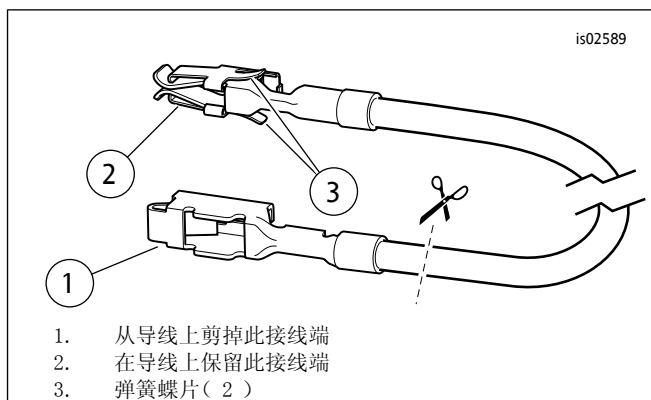

图7。保险丝盒适配线（戴纳和软尾车型）
3. 参见图16。从套件中取出橙色/白色 保险丝盒适配线（15）。注意每一端的接线端（参见图7。）表示。仅具有弹簧蝶片的接线端可安装至此保险丝盒中。小心地从导线上剪掉未使用的接线端并丢弃。
3. 参见图16。从套件中取出橙色/白色保险丝盒适配线（15）。注意导线每端的接线端（参见图7）。仅具有弹簧蝶片的接线端可安装至此保险丝盒中。小心地从导线上剪掉未使用的接线端并丢弃。